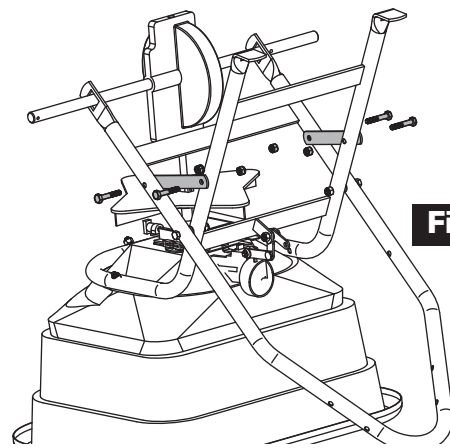

Figura 3
3. Proceda a alinear las riostras transversales con la tolva y el soporte del eje como se muestra en la Figura 3. Con los (4) pernos de 1-1/2" y las contratuercas de nylon, monte las dos riostras transversales. Ajuste firmemente los pernos de las riostras transversales.